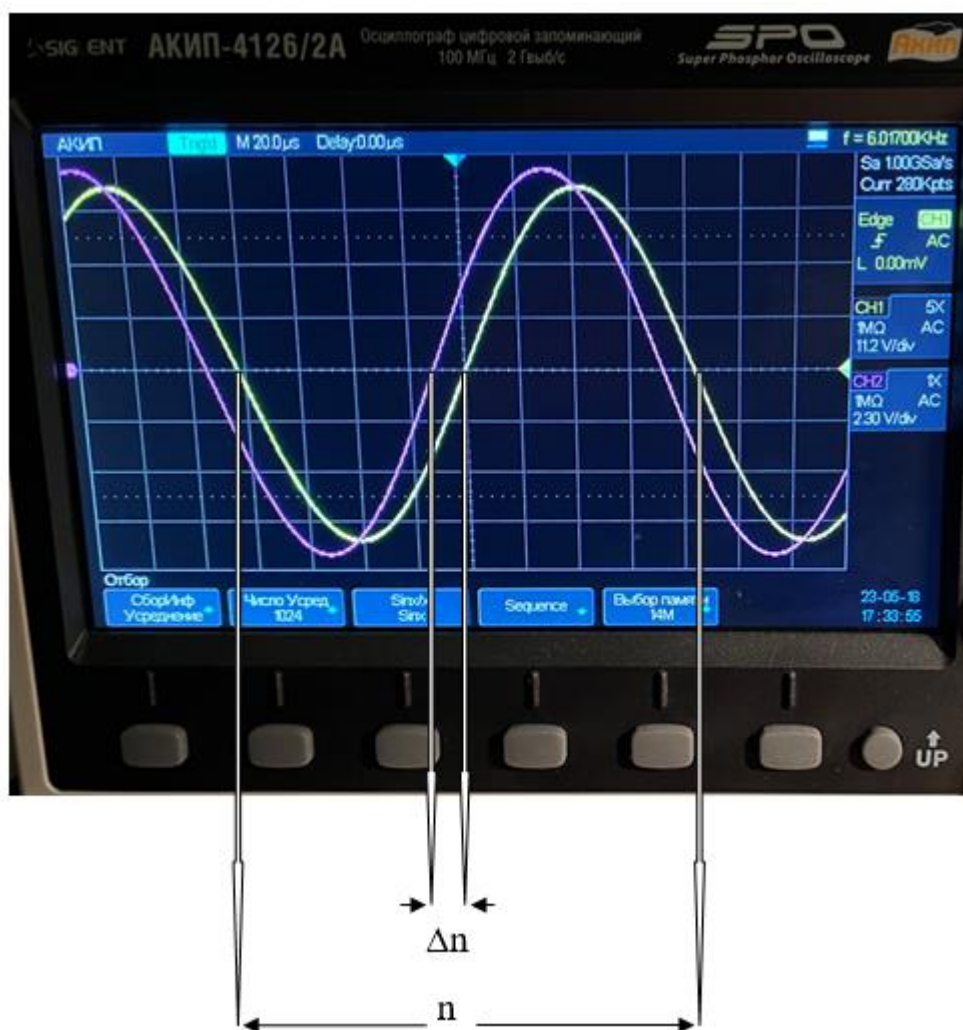

Рис. 11
1. Подключите генератор к плате – длинный конец кабеля к клемме (6), короткий к клемме (2).
2. Тумблером (1) подключите генератор к сети  $\sim 220\text{ В}$ . После включения загорится контрольная лампа (2).
3. Кнопкой (1) установите вольтметр в режим измерения переменного напряжения -  $V\sim$ . Подключите вольтметр к тем же гнездам (2), (6) – провод «Общий» к гнезду (6).
4. Регулятором (7) генератора, установите в цепи напряжение  $\sim 6\text{ В}$ .
5. Подключите 1-й канал осциллографа к сопротивлению  $R$  – короткий конец кабеля подсоедините к гнезду (3), длинный – к гнезду (6).
6. Подключите 2-й канал осциллографа к гнездам (2), (6) – длинный конец кабеля к гнезду (6).
7. Убедитесь, что на выходе генератора установлена частота  $6000\text{ Гц}$ . На экране осциллографа, справа, высвечивается частота, на которой работает генератор. При необходимости откорректируйте ее переключателями (3) и регулятором (8) генератора.
8. С помощью регуляторов (8) и (11) добейтесь установления на экране изображения синусоид, представленного на рис. 11.